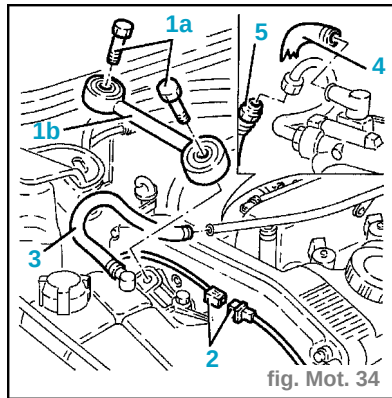

fig. Mot. 34
- Dévisser les vis (1a) et déposer le tirant de réaction du groupe motopropulseur (1b). (fig. Mot. 34)